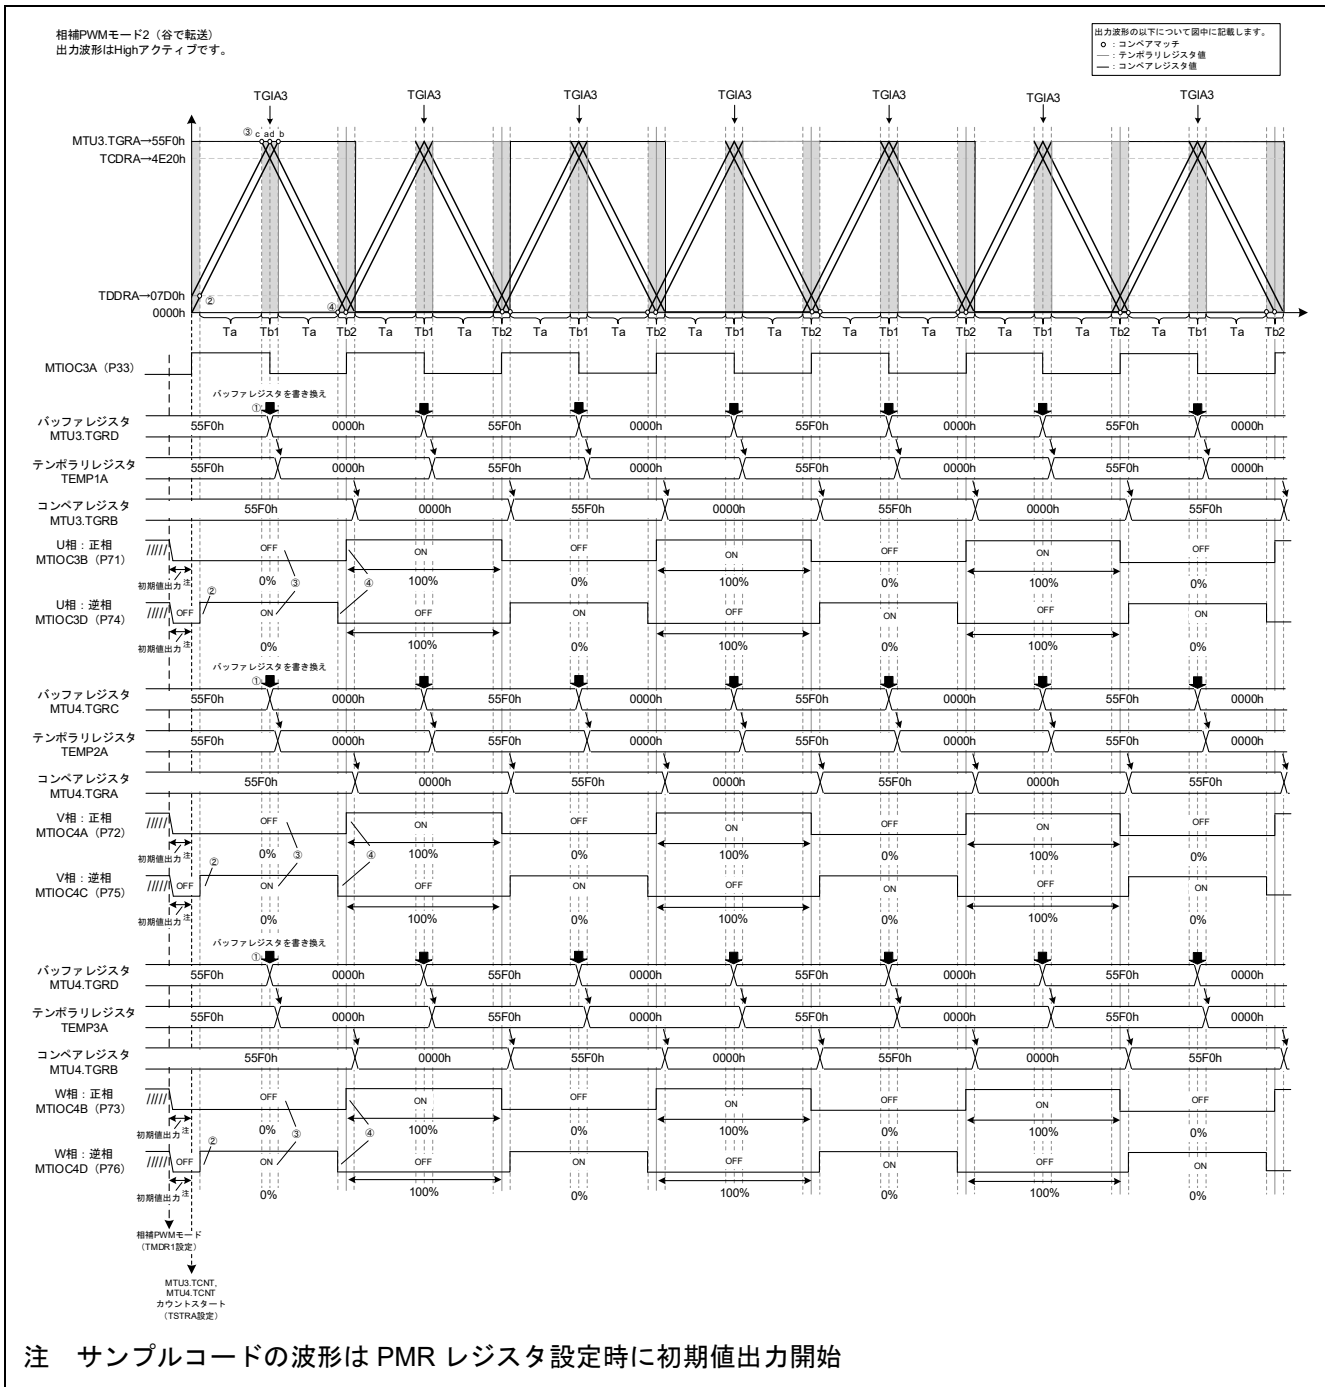

図 3-107 サンプルコードの動作
— バッファレジスタ初期値は図 3-107 を参照
— デューティの変更タイミングの詳細は図 3-107 を参照
本サンプルコードの動作を図 3-107 に示します。周期ごとにデューティ比 0%と 100%を交互に変更するため、MTU3.TCNT の上限値を設定しているレジスタ MTU3.TGRA のコンペアマッチ割り込み (TGIA3) で、バッファレジスタ (MTU3.TGRD、MTU4.TGRC、MTU4.TGRD) の値を書き換えます (図 3-107 ①)。
初期出力は、TOCR2A の OLS1P、OLS1N、OLS2P、OLS2N、OLS3P、OLS3N ビットの設定に従い、正相出力、逆相出力ともに OFF になります。MTU3.TMDR1 で相補 PWM モードを設定してから MTU4.TCNT が TDDRA レジスタ値より大きくなるまで出力されます (図 3-107 ②)。
以下に示すコンペアマッチ a, b, c, d が発生しますが、波形は変化しません。正相は Low を、逆相は High を保持します (図 3-107 ③)。
Tb2 区間にコンペアレジスタとテンポラリレジスタが有効となり、テンポラリレジスタとカウンタレジスタとのコンペアマッチが発生し正相は High、逆相は Low になります (図 3-107 ④)。